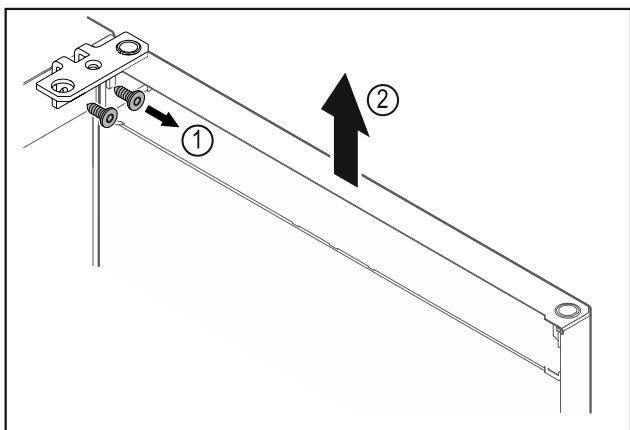

Fig. 5
- ▶ Csavarozza le a csuklópántot Fig. 5 (1).
- ▶ Az ajtót a csuklópánttal Fig. 5 (2) együtt emelje meg felfelé kb. 200 mm-rel, majd vegye le.